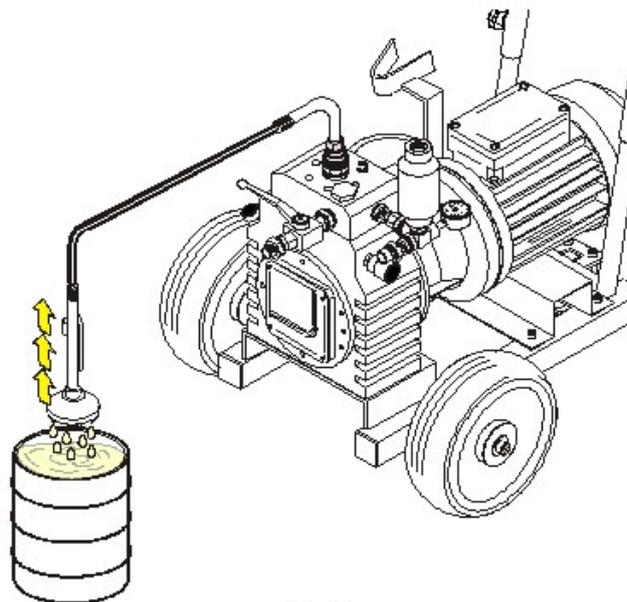

Fig.31
1) Levante la manguera de aspiración fuera del envase, teniendo cuidado de no dejar caer el producto al suelo (Fig.31).